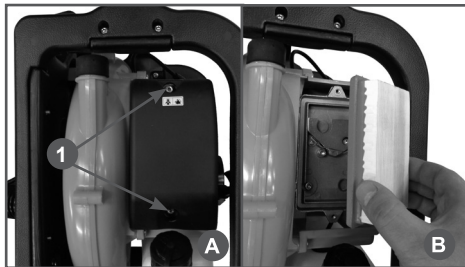

Рис. 10 Обслуживание воздушного фильтра
Загрязнение воздушного фильтра может препятствовать поступлению воздуха для образования воздушно-топливной смеси. Для предотвращения неисправностей двигателя надо осуществлять регулярное обслуживание воздушного фильтра (Рис. 10). При работе в условиях повышенной запыленности воздушный фильтр необходимо обслуживать чаще.
1. Выкрутите два винта 1 крепления (Рис. 10А) крышки воздушного фильтра ключом шестигранным 4 мм и снимите крышку воздушного фильтра.
2. Извлеките воздушный фильтр из корпуса (Рис. 10В) и проверьте его состояние.